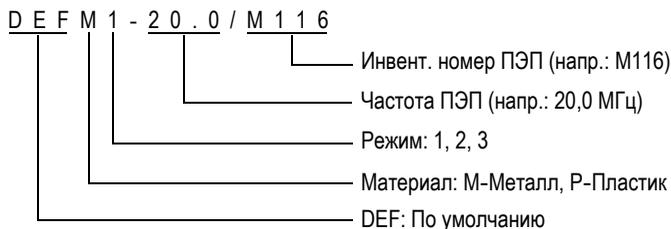

Рис. 5-3 Выбор настройки для одноэлементного преобразователя
- c) В окне **ПО УМОЛЧ.** для используемого типа преобразователя (см. Рис. 5-3 на стр. 77) в списке доступных настроек по умолчанию выберите настройку для используемого преобразователя.